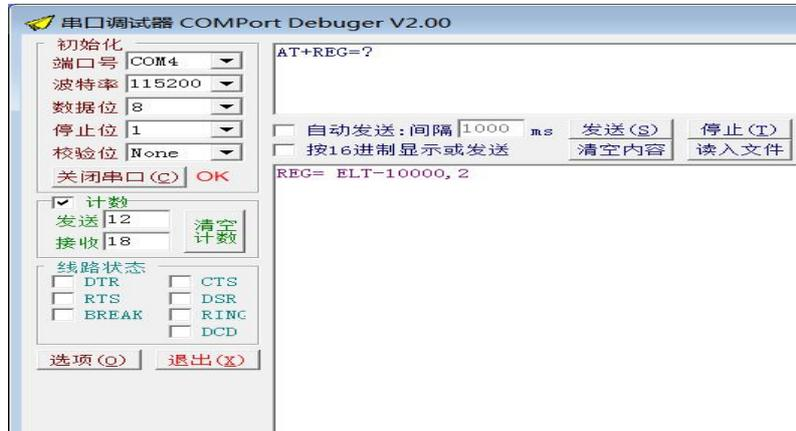

图 4.1
3.指令发送正确，模块会回复其注册包数据和模式：REG=ELT-1000,0<回车><换行>，具体如图 4.1 所示。